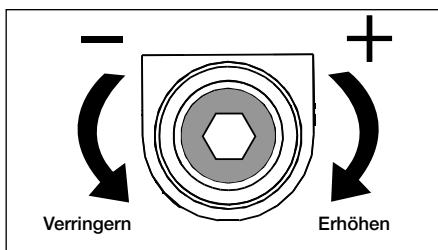

Abb. 14, Einstellschraube für das Druckbegrenzungsventil
4. Lösen Sie mit einem 7/32"-Inbusschlüssel die Einstellschraube des Druckbegrenzungsventils ungefähr 2 Umdrehungen. Siehe Abb. 14.